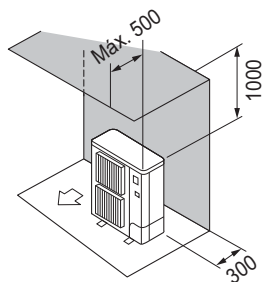

Fig. 3-6
- ② Obstáculos sólo en la parte trasera y superior (Fig. 3-6)